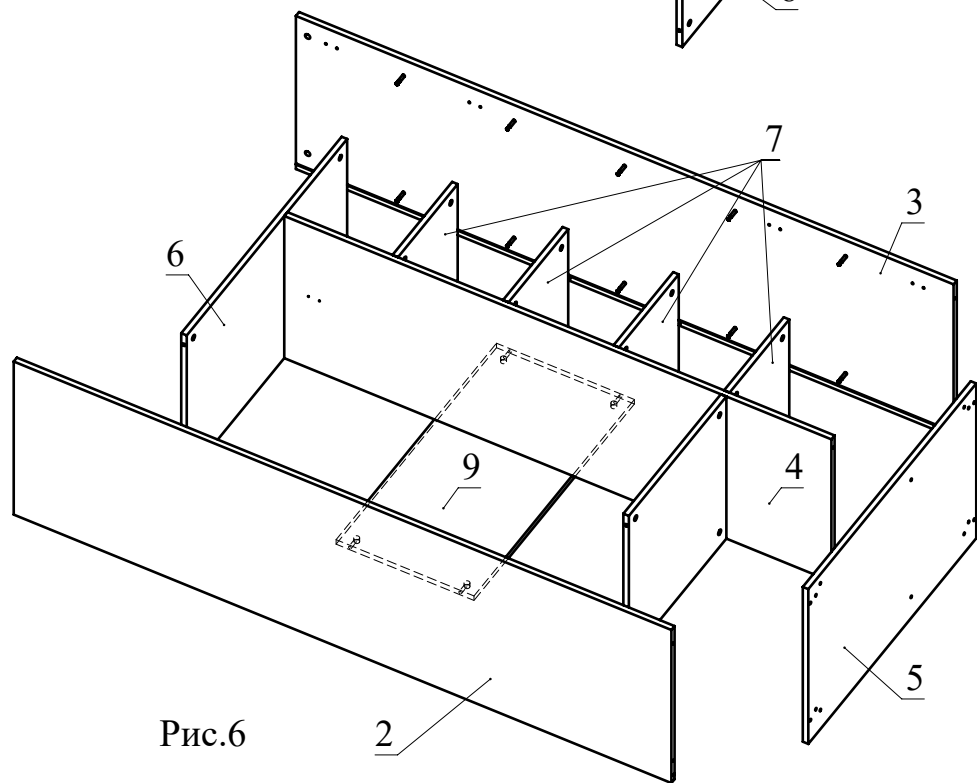

Рис.6
7. Соедините детали согласно схеме, затягивая головки минификсов конфирматным ключом (Рис. 6). Деталь 5 с деталями 2, 3, 4 соедините при помощи конфирматов.